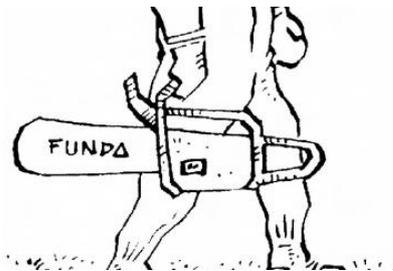

Figura 6.1. Forma de transportar la motosierra.
- El transporte siempre se realizará con la cadena hacia atrás del trabajador y con la funda (figura 6.1).